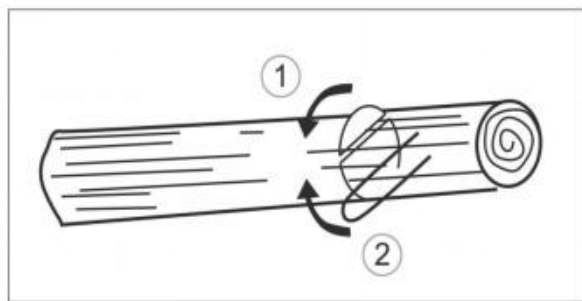

Fig. 22
21. Nel caso in cui il tronco sia sostenuto da entrambe le estremità, tagliare prima dalla parte superiore per $\frac{1}{3}$ del diametro del tronco per evitare spaccature. Quindi rifinire il taglio dal basso in modo che coincida con il primo taglio, evitando inceppamenti (fig. 22).